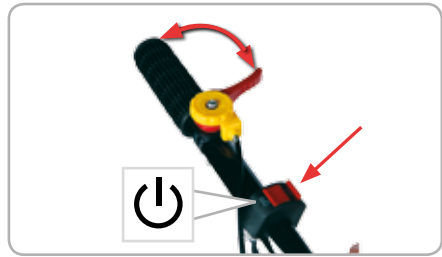

Fig.13
- Apăsăți contactul motor în poziția ON. Rotiți clapeta de accelerație spre stânga. (fig.13)